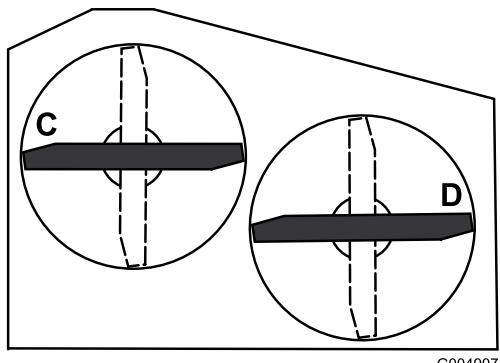

Figure 86
2. Tournez les lames pour les mettre parallèles dans le sens transversal. Mesurez la distance aux points **C** et **D** entre une surface plane et le bord coupant des pointes des lames (Figure 85). Pour les plateaux de coupe 36 pouces, reportez-vous à la Figure 86.